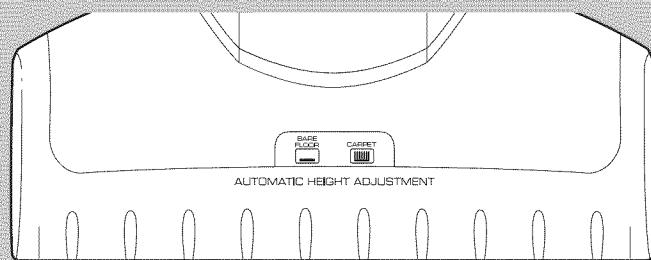

Fig. 5
- 13 If the blue OPTIMUM Light is not lit (Fig. 4c), one of several items needs attention. If the bag or exhaust filter needs changing the appropriate light will illuminate (Fig. 4a or 4b). See Bag and Filter change instructions. If the Carpet/Bare Floor indicators flash on and off repeatedly (Fig. 5), the brushroll is stalled because of an obstruction. Once the obstruction (rug fringe, sock, etc.) is removed, plug in the cleaner and return to normal use.
- 13 Si le témoin bleu Optimum est éteint (Fig. 4c) il faut contrôler tout ce qui suit. Si le sac ou le filtre d'échappement doivent être remplacés, le témoin adéquat s'allumera. Voir les instructions concernant le remplacement du sac et du filtre. Si les témoins de moquette/sol nu clignotent de façon répétée (Fig. 5), la brosse rotative est immobilisé par un colmatage. Une fois le colmatage supprimé (frange de tapis, chaussette, etc.), prenez à nouveau l'aspirateur et retournez à une utilisation normale.
- 13 Si la luz azul Optimum no está encendida (Fig. 4c), alguno de los elementos necesita atención. Si es necesario cambiar la bolsa o el filtro de descarga, se enciende la luz correspondiente (Fig. 4a o 4b). Vea las instrucciones de cambio de bolsa o filtro. Si los indicadores de alfombra/piso duro destellan repetidamente (Fig. 5), significa que el cepillo giratorio está atascado debido a una obstrucción. Una vez eliminada la obstrucción (fleco de felpudo, calcetín, etc.), enchufe la aspiradora y vuelva a usarla normalmente.